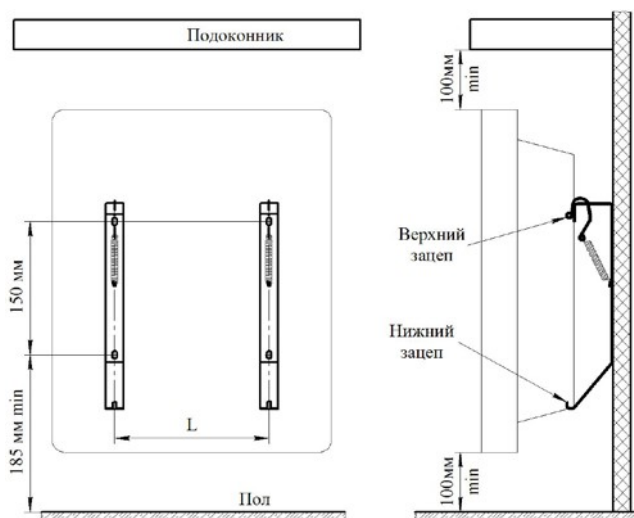

Рис. 3
5.4 Для стационарной установки конвектора выполните на стене разметку под крепёжные отверстия (см. рис. 3, табл. 2) и надёжно закрепите кронштейны для установки конвектора, обеспечив надёжное крепление конвектора в течении всего срока эксплуатации. Минимальные расстояния от поверхностей конвектора до предметов окружающей обстановки, должны строго соответствовать указанным на рисунках 4, 5 (расстояния даны в сантиметрах).